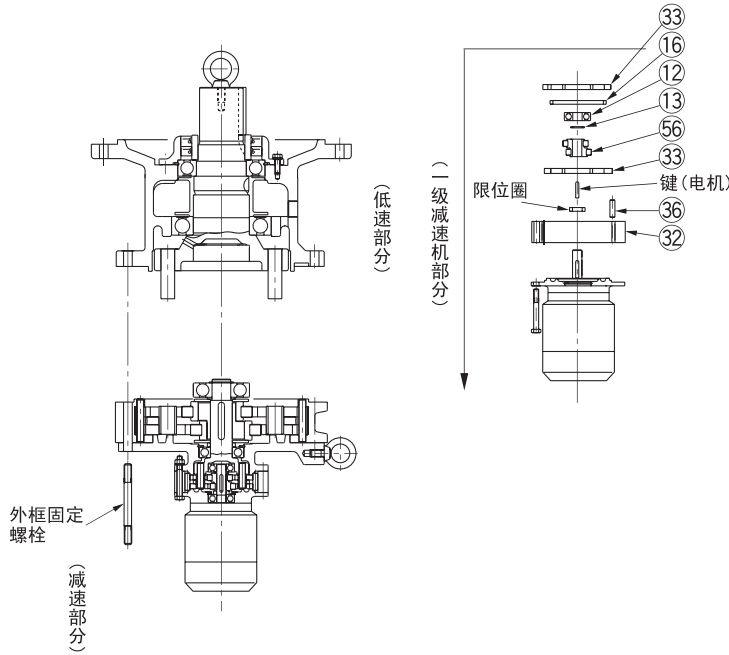

图27
- **润滑油机种** 在拆解之前请预先将油排空。(参阅P21的“8-3 (5)排油步骤”)
- 拆解顺序基本上与一级相同,但减速部分请参阅P28的图27, 28按先第二级后第一级的顺序进行。